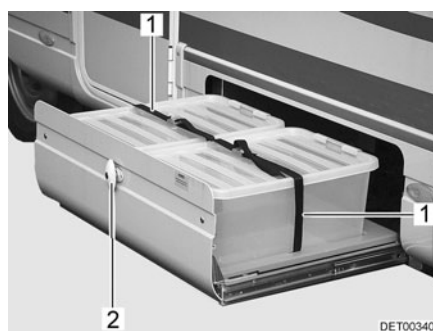

Fig. 43 Rallonge pour caisses
- Ouvrir la serrure du portillon (Fig. 43,2) comme décrit ci-dessus.
- Desserrer les courroies de serrage (Fig. 43,1).